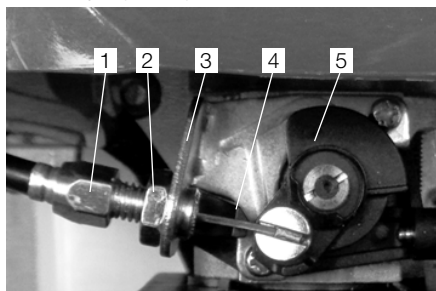

Рис. 6 Регулировка троса газа
9. Выкручивая винт 1 из кронштейна 3 отрегулируйте трос газа так, чтобы при установке ручки газа в положение максимальных оборотов (обозначение на наклейке «Н») кронштейн 5 оси дроссельной заслонки был максимально приближен к ограничителю 4 или упирался в него (Рис. 6). После оконча-
тельной регулировки затяните контргайку 2 (Рис. 6).